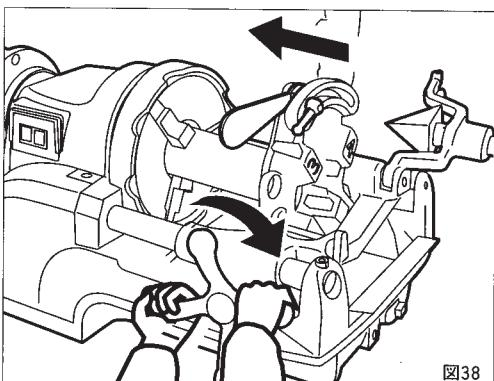

図38
②スイッチを入れますとオイルはダイヘッドから自動的に注油されます。
③送りハンドルを右回り方向に動かしパイプにチーザを押し付け食い付けてください。ねじ山が3~4山切れればあとは自動的にねじが切れます。このマシンに使用されているシリーズモータは、回転数が周波数に左右されず、負荷によって自動的に変化します。(図38)